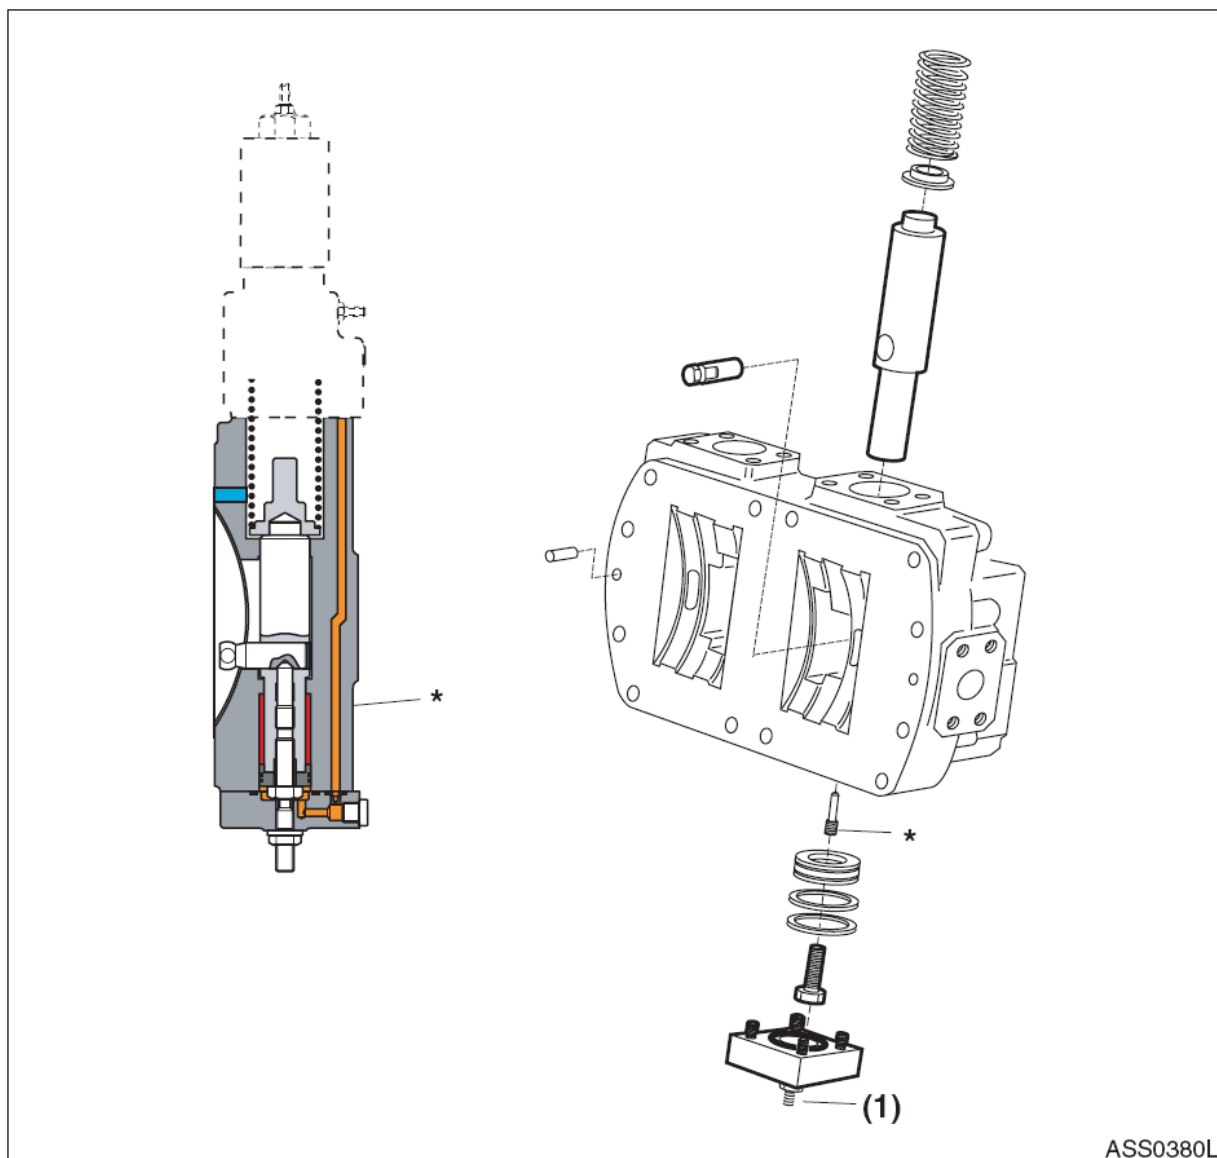

Рис. 39
**ПРИМЕЧАНИЕ:** Не изменяйте установочное расстояние регулировочного винта (1, рис. 39).